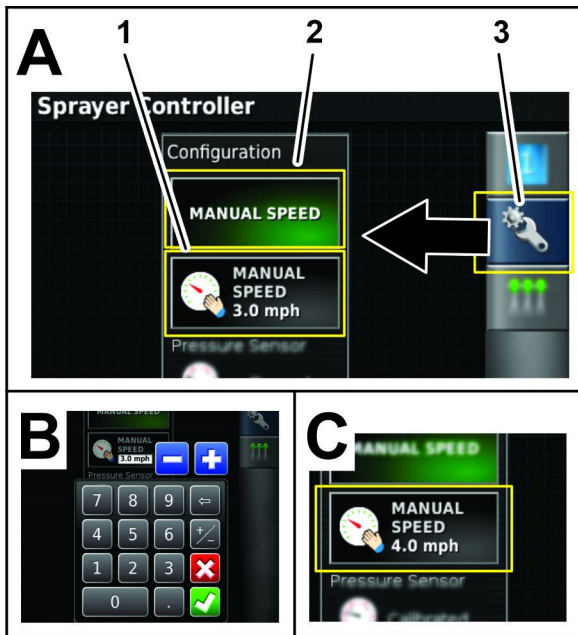

Рисунок 179
6. Нажмите на значок РУЧНОГО ВВОДА СКОРОСТИ (Рисунок 179).
7. Нажмите на значок ручного ввода скорости (Рисунок 179).
8. С помощью клавиатуры на экране введите имитационную скорость, и нажмите на значок подтверждения (Рисунок 179).